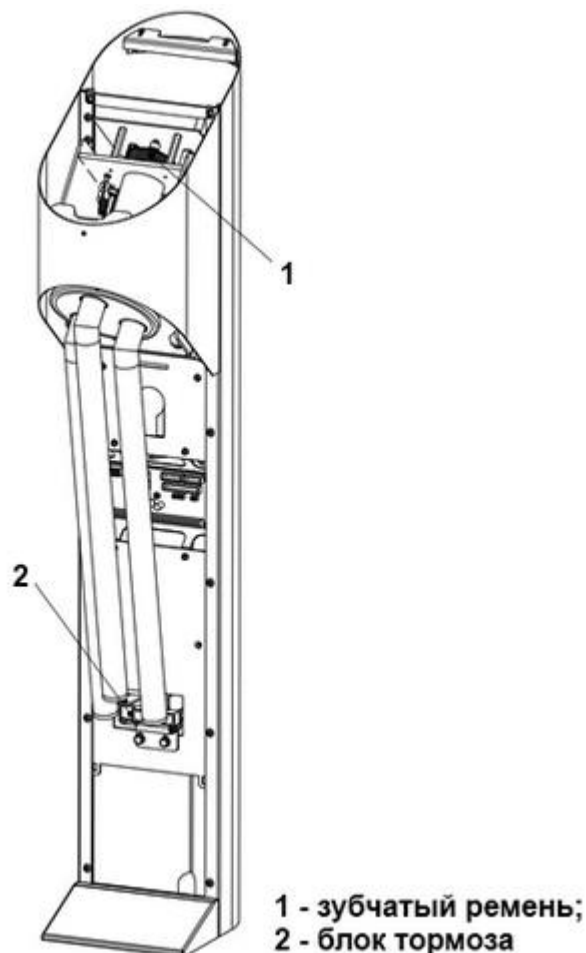

Рисунок 16 – Зубчатый ремень турникета
3.6.4 Проверить состояние зубчатого ремня и его натяжение (Рисунок 16 – 1).
3.6.5 Проверить общее состояние резиновой пластины блока тормоза (Рисунок 16 – 2).